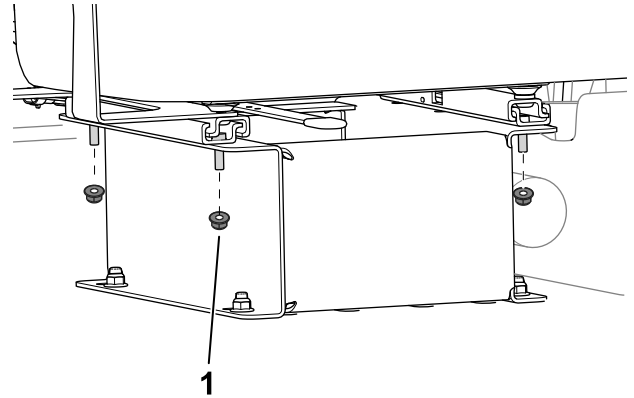

Bild 3
1. Verwenden Sie vier Muttern, um den Sitz an der Sitzfläche zu befestigen (Bild 3).